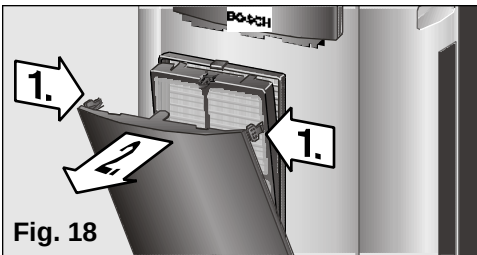
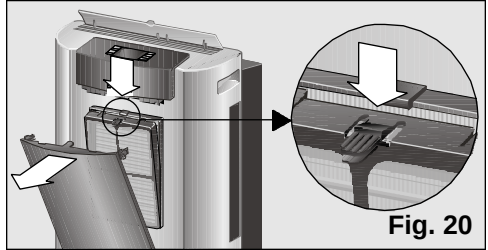

Fig. 19
Fig. 20
Tous les modèles comportent un filtre d'air de base qu'il faut nettoyer au bout d'un certain temps, Fig. 19. Pour cela, il suffit d'appuyer sur le clip situé sur la partie supérieure et de le retirer, Fig. 20. Pour le laver, il suffit de le passer sous l'eau courante, de le sécher et de le remettre à sa place.
- ☐ Retirez le filtre de base de l'appareil, **Fig. 20.**